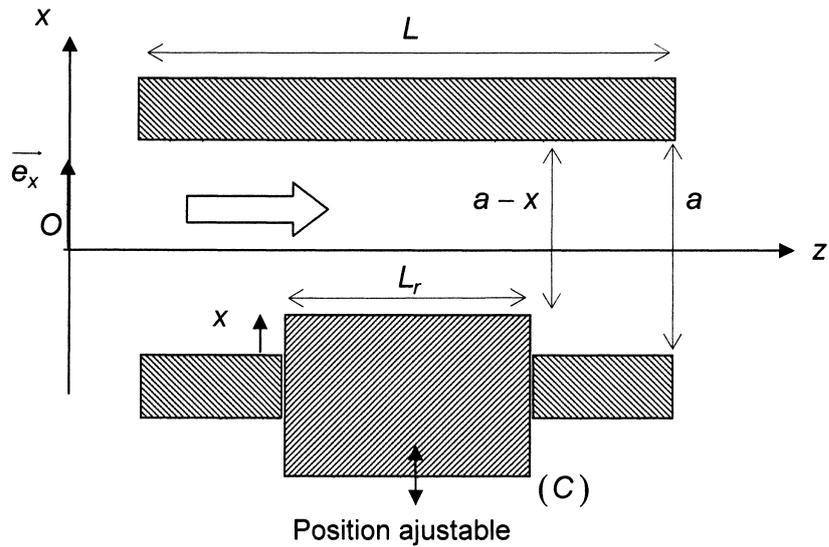

Figure 5
Le système, toujours invariant selon Oy, présente maintenant un rétrécissement ajustable (figure 5) de longueur L_r . Ce rétrécissement est obtenu à l'aide d'une pièce plane (C) (dite « pièce d'obstruction ») coulissant (de façon étanche !) selon Ox dans une ouverture pratiquée dans le plan inférieur. La position de cette pièce est repérée par le débordement x représenté en figure 5 ; au-dessus de (C), la largeur de la conduite devient $a - x$.